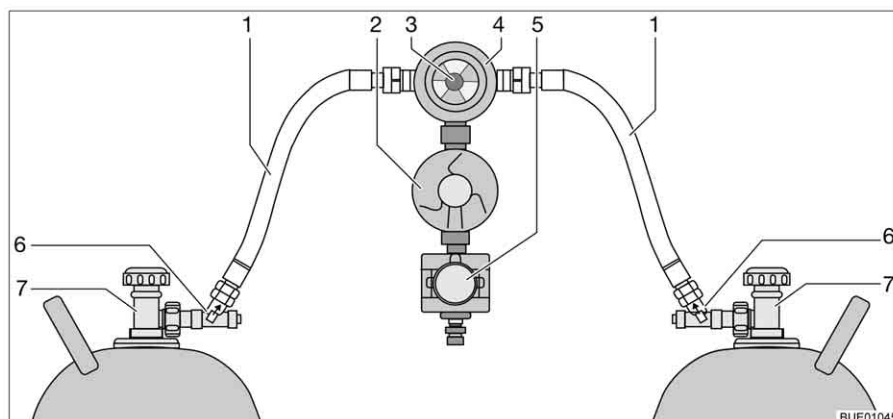

Fig. 149 Dispositif de commutation Crash Protection Unit
La Crash Protection Unit se compose de deux limiteurs de débit à verrouillage manuel (Fig. 149,6), d'une valve de commutation (Fig. 149,4) avec régulateur de pression (Fig. 149,2), d'une électrovanne (Fig. 149,5) et d'une unité de commande à DEL de trois couleurs. La valve de commutation est montée entre les deux lyres (Fig. 149,1).
Un bouton rotatif (Fig. 149,3), situé sur la valve de commutation, permet de définir laquelle des bouteilles de gaz est celle de service et laquelle est celle de réserve.
Seules les fonctions électriques peuvent être activées sur l'unité de commande (Fig. 150). Les robinets principaux des bouteilles de gaz (Fig. 149,7) et les dispositifs de déverrouillage (Fig. 149,6) doivent être ouverts manuellement.
- Ouvrir les robinets principaux des bouteilles de gaz (Fig. 149,7).
- Appuyer sur les dispositifs de déverrouillage (Fig. 149,6) l'un après l'autre pendant 10 secondes.
- Choisir la bouteille de gaz avec le bouton rotatif (Fig. 149,3) de la valve de commutation (Fig. 149,4) à partir de laquelle le gaz sera utilisé principalement (bouteille de service).
- Fermer les robinets principaux des bouteilles de gaz (Fig. 149,7).